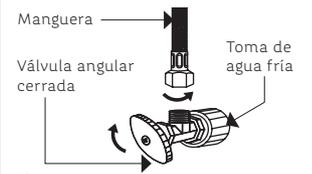

Figura 8.
1. Asegúrate que la Válvula angular de tu cocina sea de 1/2 x 1/2" con manguera (ver Figura 8).
3. Separa la manguera de la salida de la Válvula angular (ver Figura 8).